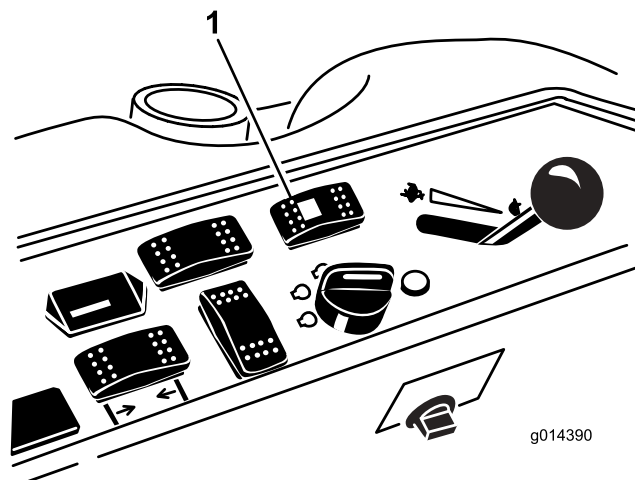

Figure 38
1. Poussez le sélecteur de direction à la position arrière (quatre roues motrices) (Figure 38).